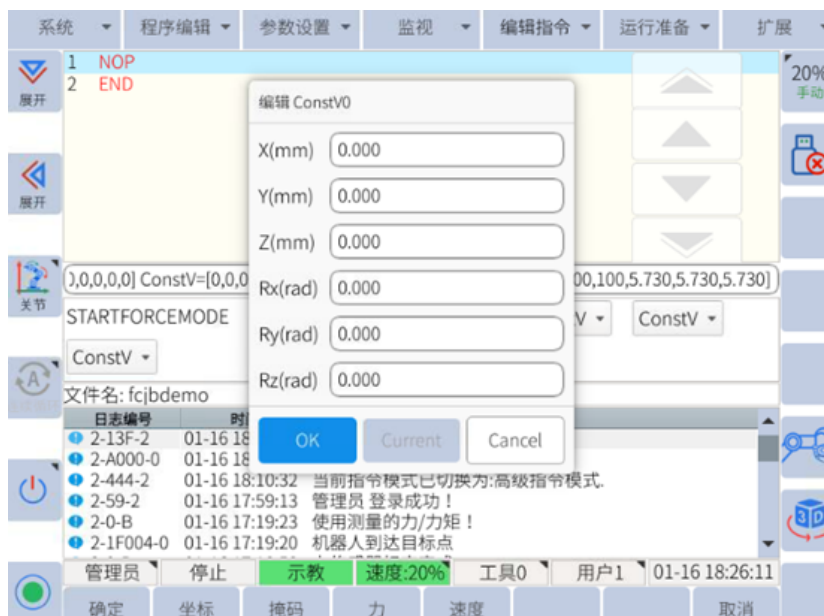

图 6-49: 力控坐标系的参数设置
- 在将“V”变量全部修改为“ConstV”后，示教器界面下方会出现坐标、掩码、力、速度四个按钮（也可以通过V/LV变量设置力控参数）。通过点击坐标按钮设置力控坐标系，包含3个位置参数和3个旋转轴参数。利用该参数可以计算出一个位姿矩阵，用来表示用户指定的力控坐标系以及基坐标系之间的转换关系。如果将各个参数设置为0，则表示力控坐标系与基坐标系重合。界面如图6-49所示：